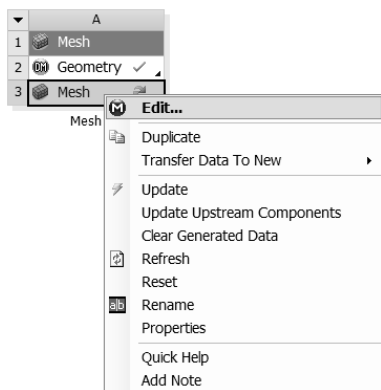

图 3-58 载入 Mesh
Step10 :回到 Workbench 主窗口,如图 3-58 所示,右击 A3 (Mesh) 栏,在弹出的快捷菜单中选择 Edit 命令。